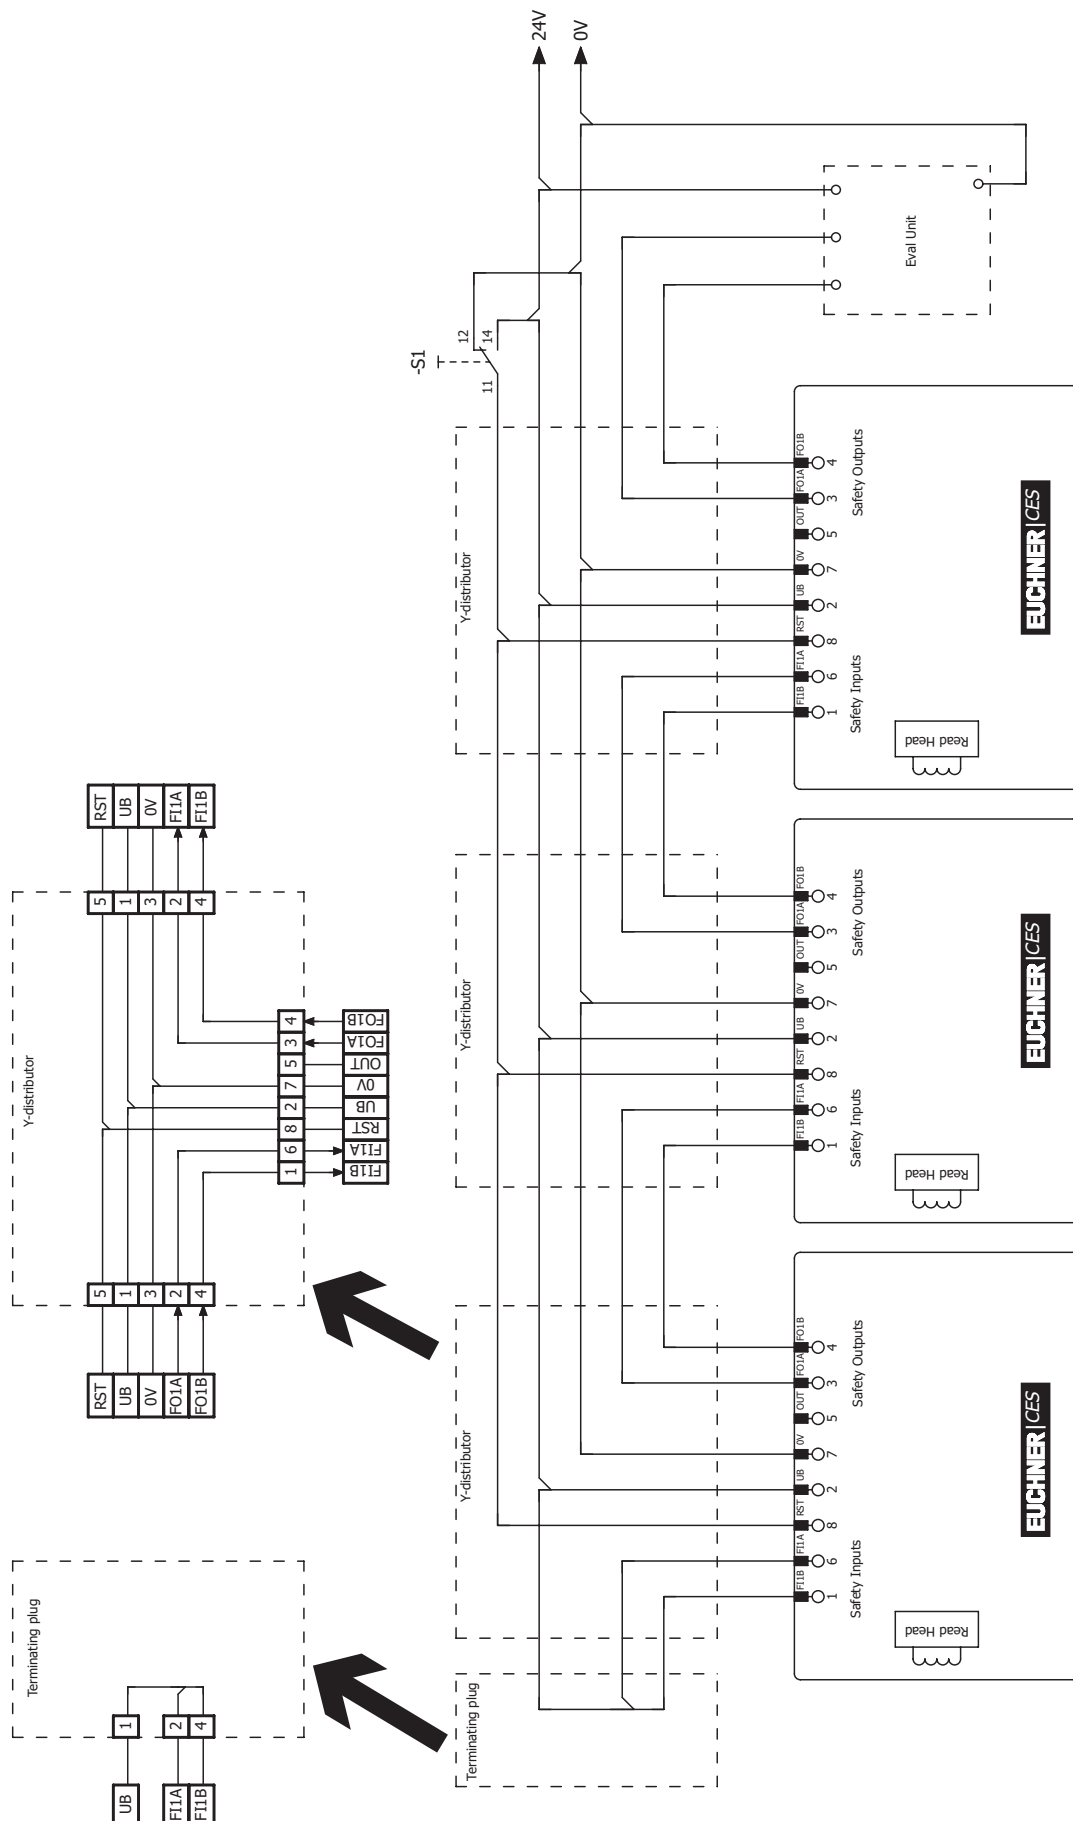

Bild 4: Anschlussbeispiel für Reihenschaltung mit Reset und Wechselschalter
- › Es muss ein gemeinsames Signal für alle Schalter in der Kette verwendet werden. Dies kann ein Wechselschalter sein, es kann aber auch der Ausgang einer Steuerung verwendet werden. Ein Taster ist nicht geeignet, da der Reset im Betrieb immer auf GND liegen muss (siehe Schalter S1 in *Bild 4 auf Seite 21*).
Damit dies möglich ist, muss der Eingang RST wie in *Bild 4 auf Seite 21* beschaltet sein.